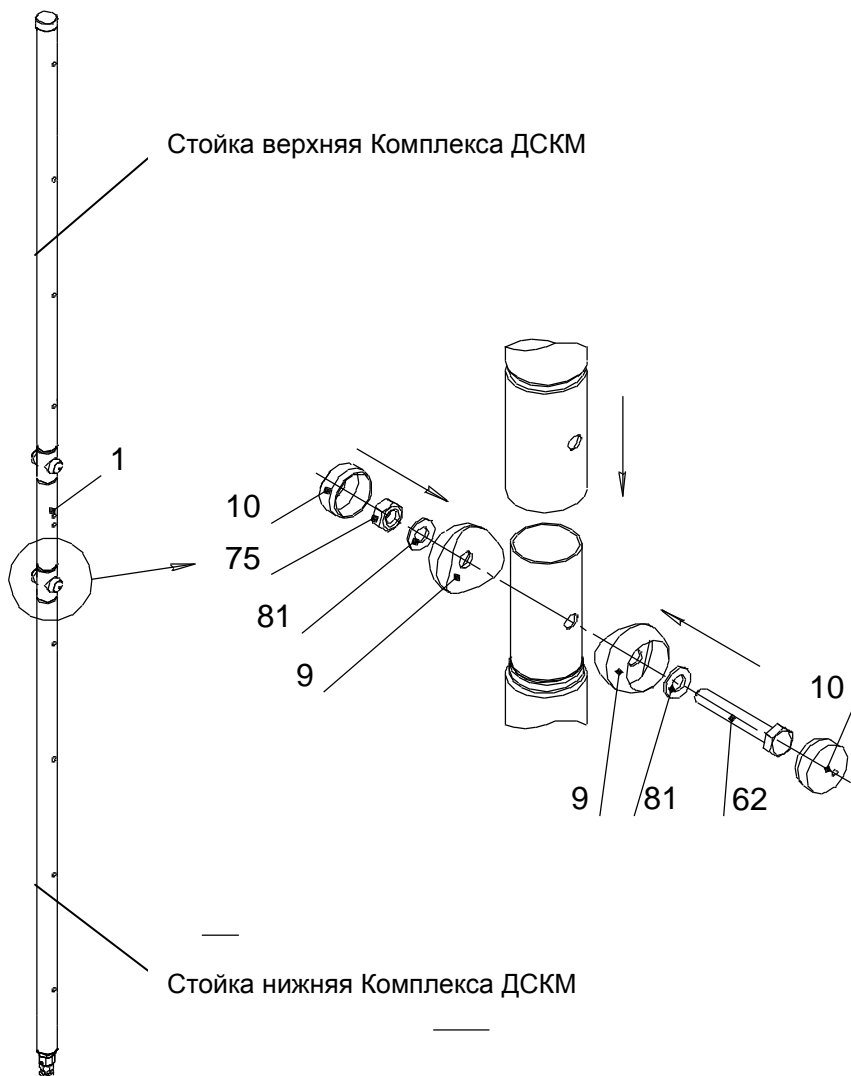

Рис.2
4.3 Установите вставку (рис.2).